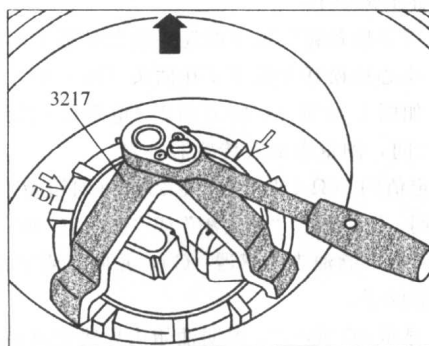

图 1-19 用3217拧下锁紧螺母
8) 如图1-19所示,用3217拧下锁紧螺母。
2) 用 $80\text{N} \cdot \text{m}$ 拧紧锁紧螺母(图 1-19)。